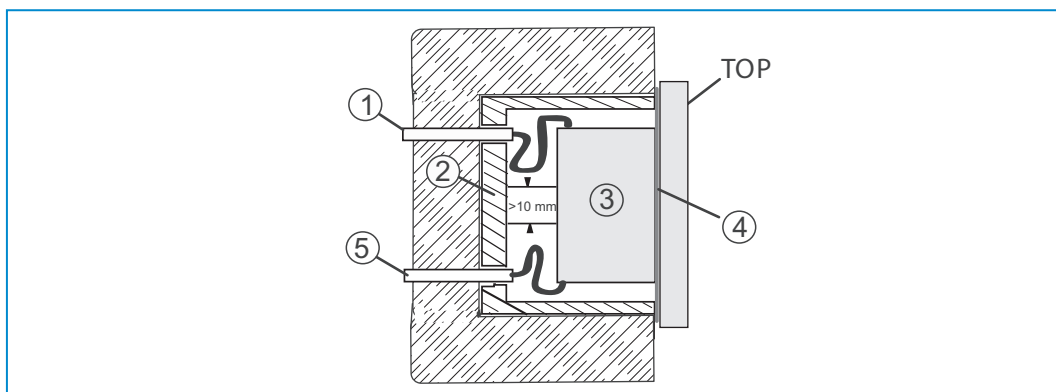

Fig. 6: SELV-strømkurser
- » Sørg for romslig skille ved montering (> 10 mm) av SELV-strømkursene til andre strømkurser (se Fig. 6).